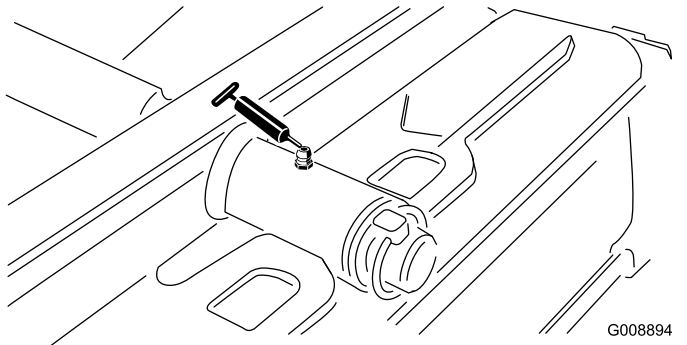

Figure 27
- Pivot d'unité de coupe arrière (Figure 27)